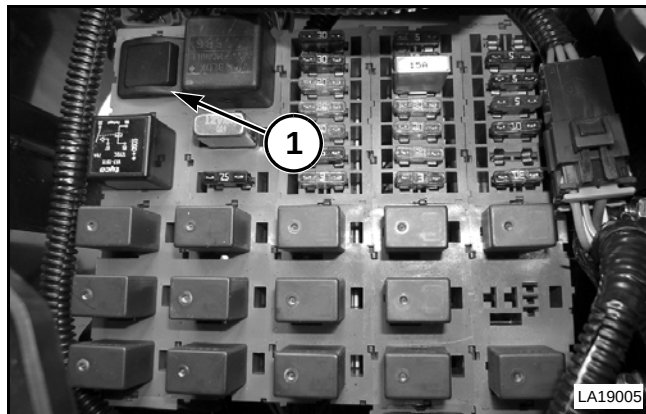

FIG. 5
FIG. 5: El interruptor de traba de flotación (1) en el bloque de fusibles y relés controla si el control de bajada del cabezal es momentáneo o está trabado en posición de flotación. Para localizar el interruptor, abra la consola de control. Consulte Consola de control en la sección Información general para más información.